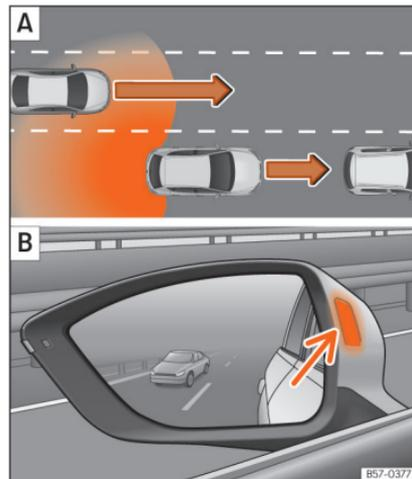

Fig. 195 Esquema: **A** Situação numa ultrapassagem com trânsito na parte traseira. **B** Indicação do assistente de mudança de faixa no retrovisor exterior esquerdo.
Nas seguintes situações mostra-se uma indicação no retrovisor exterior »» **Fig. 195 B** (seta) ou »» **Fig. 196 B** (seta):
- Quando se é ultrapassado por outro veículo »» **Fig. 195 A**.